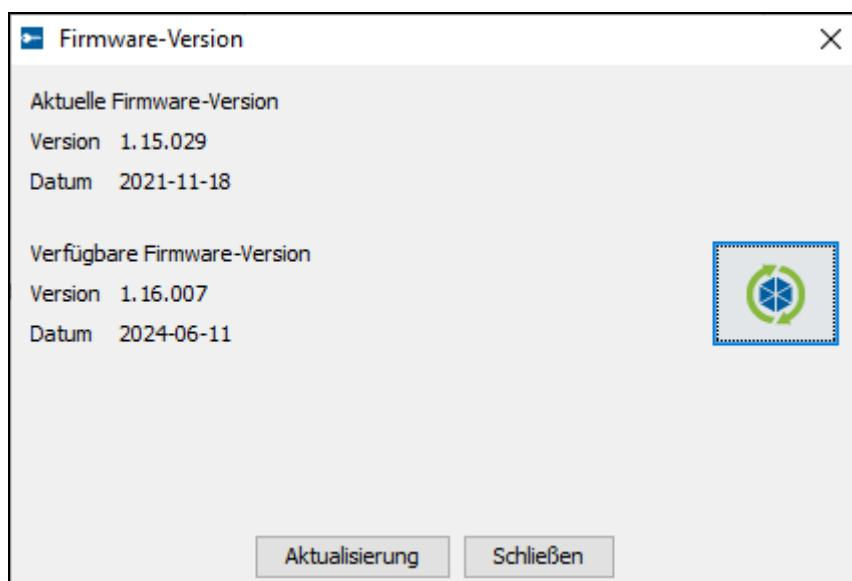

Abb. 12. Fenster zur Aktualisierung der Firmware.
2. Im Fenster, das geöffnet wird, werden die Daten der aktuellen Firmawareversion des Geräts angezeigt, und die Informationen zu der neuen, vorhandenen Version (siehe: Abb. 12).